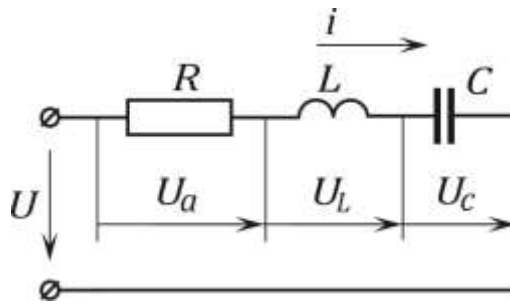
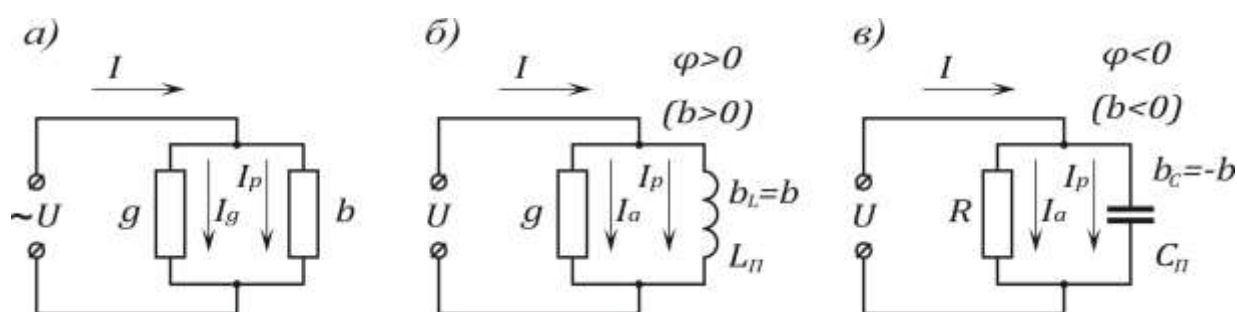

Рис. 3.2
Рис. 3.6
4. Второй закон Кирхгофа. Уравнение второго закона Кирхгофа для мгновенных значений напряжений и тока, проходящих в одноконтурной цепи, состоящей из последовательно соединенных активного сопротивления R , индуктивности L и емкости C (рис. 3.2), имеет вид
Цепь, состоящая из последовательно соединенных активного R и реактивного сопротивлений $x = x_L - x_C$ (см. рис. 3.2), может быть заменена эквивалентной схемой, состоящей из параллельно соединенной активной проводимости g и реактивной проводимости b (рис. 3.6, а). Реактивная проводимость может быть положительной величиной ($b > 0$), если цепь имеет индуктивный характер $b = -b_L = \frac{1}{\omega L_n}$ (рис. 3.6, б), и может быть отрицательной величиной ($b < 0$), если цепь имеет емкостный характер $b = -b_C = -\omega C_n$ (рис. 3.6, в).
10. Переход от последовательной схемы (см. рис. 3.2) **к эквивалентной параллельной схеме** (см. рис. 3.6) осуществляется по формулам:
При переходе от параллельной схемы (см. рис. 3.6) **к эквивалентной последовательной** (см. рис. 3.2) ее параметры определяются по формулам: